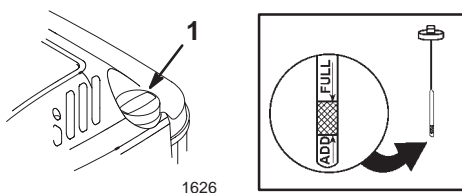

Figure 5
Avant chaque utilisation, vérifiez que le niveau d'huile arrive entre les repères maximum (**Full**) et minimum (**Add**) de la jauge (Fig. 5).
2. Nettoyez la surface autour de la jauge (Fig. 5).
6. Lisez le niveau d'huile indiqué par la jauge (Fig. 5).